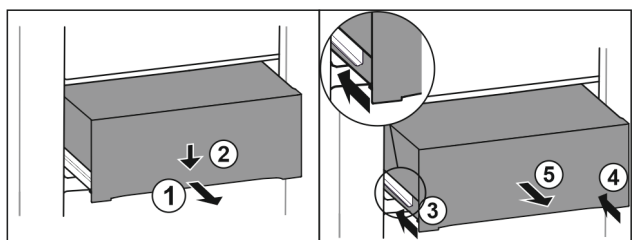

Fig. 151
- ▶ Trekk skuffen ut halvveis. Fig. 151 (1)
- ▶ Skyv skuffen foran nedover. Fig. 151 (2)
- ▶ Sett inn den venstre skinnen ca. 2 cm. Fig. 151 (3)
- ▶ Sett inn den høyre skinnen ca. 2 cm. Fig. 151 (4)
- ▶ Ta ut skuffen framover. Fig. 151 (5)